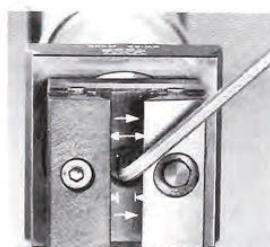

Abb. 7.
- Messrichtung am Messelement einstellen; Messseinsatz am beweglichen Messanschlag entfernen und Einstellschraube in entsprechende Richtung drehen (Abb. 7).